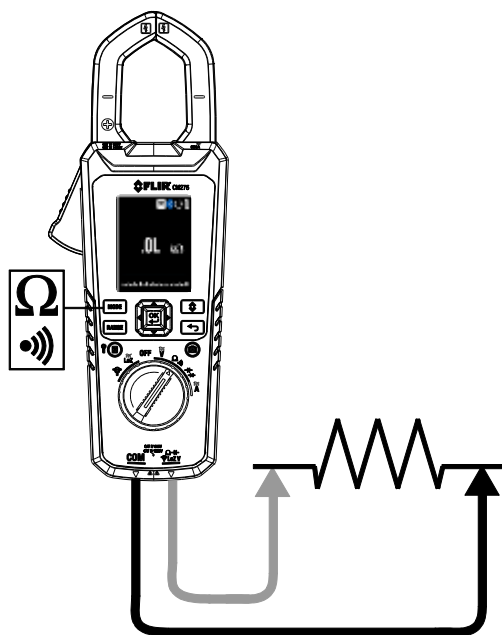

Fig. 9-5 Mediciones de resistencia y continuidad
1. Consulte la **Fig. 9-5**. Fije el selector de función en la posición Ω .